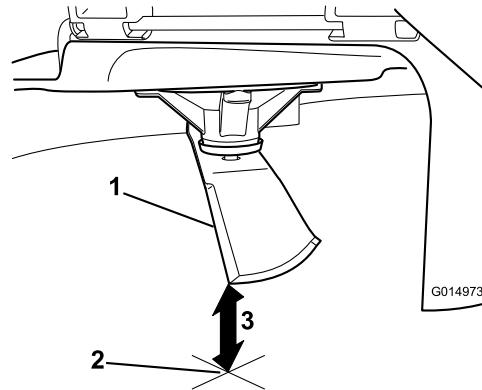

Figura 63
5. Misurate dalla punta della lama alla superficie piana (Figura 63).